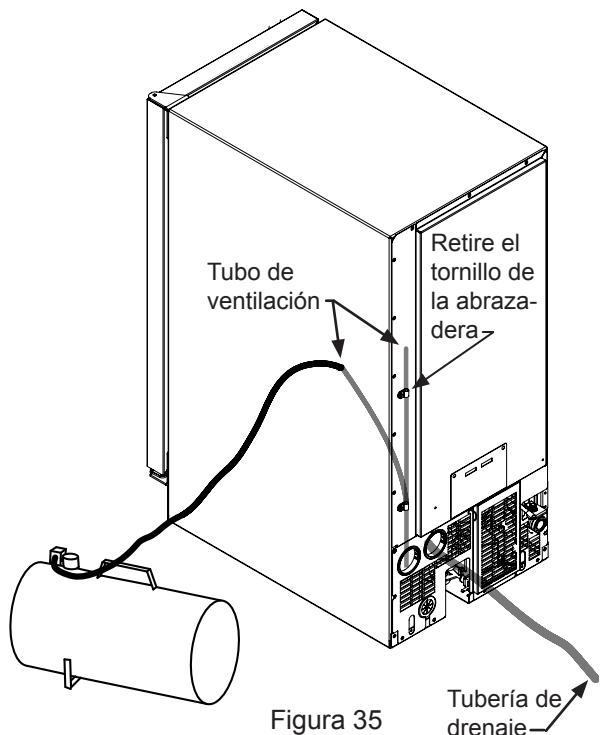

Figura 35
15. Aplique aire comprimido (aproximadamente 10 psi) en el extremo del tubo de ventilación. Esto eliminará el agua restante de la bomba y la tubería de drenaje (vea la Figura 35).